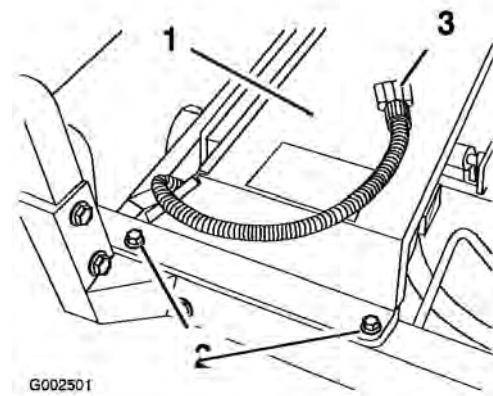

Bild 16
2. Montieren Sie die Kühlerabdeckung über den Fahrzeugkühler (Bild 16).